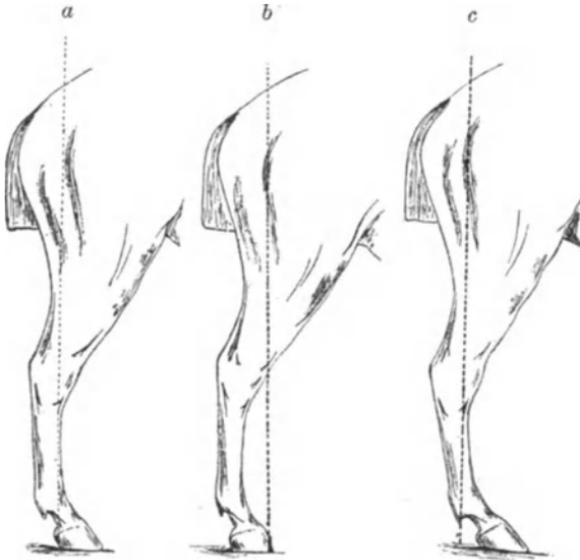

Abb. 24. Die Stellungen der Hintergliedmaßen von der Seite.
I. Von der **Seite** betrachtet (Abb. 24).